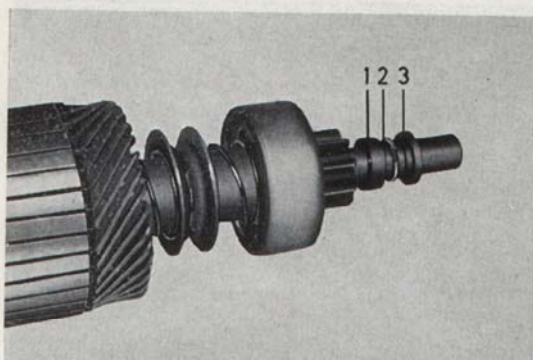

Bild 44. Drev, låsring och mutter
6. Lossa anslagsbrickorna på rotoraxeln. De tunna brickorna (axialjusteringsbrickorna) samt bricka 3, bild 44 lyftes bort genom att dragas rakt ut på axeln. Den tjocka brickan 1, bild 44, slås först in 5–8 mm på axeln så att låsringen 2, kan tagas bort varefter brickan drages av axeln.